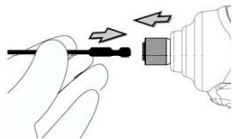

Fig. 1
1. Montera bitsen genom att dra hållaren i pilens riktning och sätt in bitsen i hållaren så långt det går. Släpp sedan fästet för att säkra bitsen. Enligt (fig. 1).